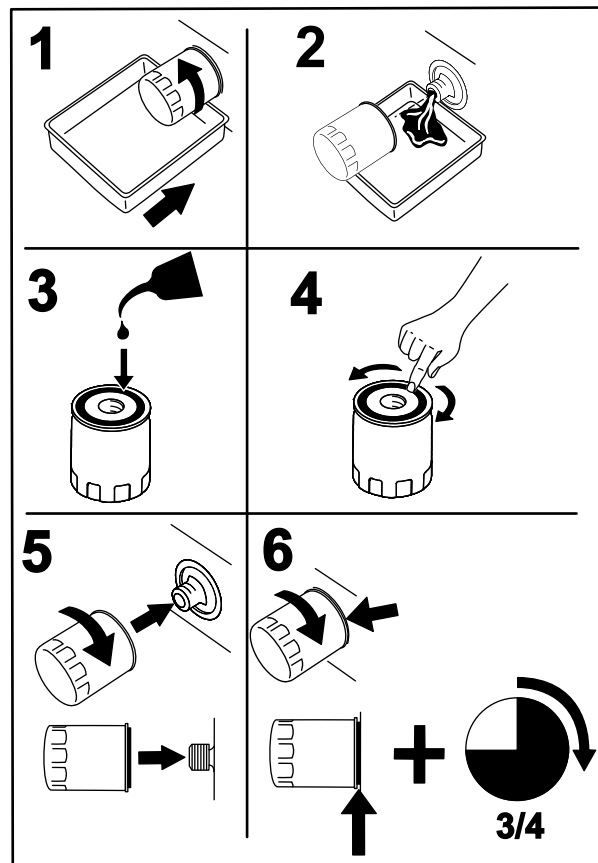

Figura 34
2. Cambie el filtro de aceite del motor (Figura 34).